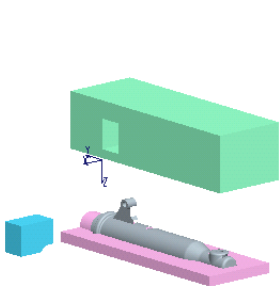

图 14.2.11 创建第三个快照
(3) 创建第三个快照。拖动 upper_mold.prt，创建第三个快照，位置如图 14.2.11 所示。